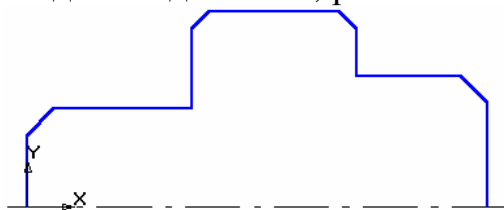

Рис. 2.28.
4. Виконайте фаски з катетом 4 мм. Для цього активізуйте команду Фаска, рис. 2.26. Задайте величину катета 4 мм, рис. 2.27. Послідовно вкажіть вертикальну і горизонтальну лінії. Фаски побудовані. Таким же чином побудуйте фаски з катетом 2,5 мм, рис. 2.28.